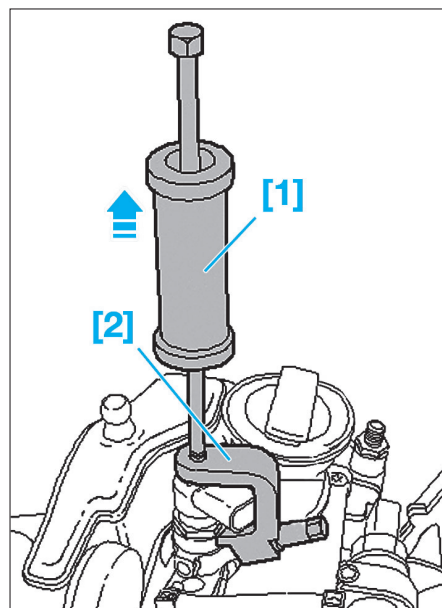

FIG. 84
- Mettre en place les outils [1] et [2], puis extraire avec précaution chaque injecteur (Fig.84).